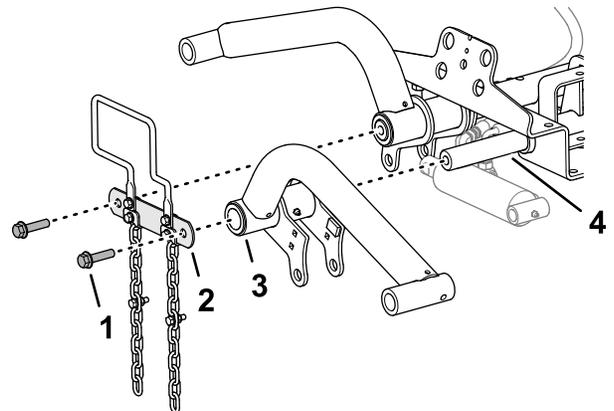

図 11
1. 図 11のように、昇降アームを昇降アームピボットシャフトに取り付ける。
2. 昇降アームのピボットシャフトにピボットシャフトリンクを取り付ける 図 11 昇降アームの取り付け準備 \(ページ 15\) で取り外したフランジキャップスクリュー $1/2 \times 2$ " 2本を使用する。